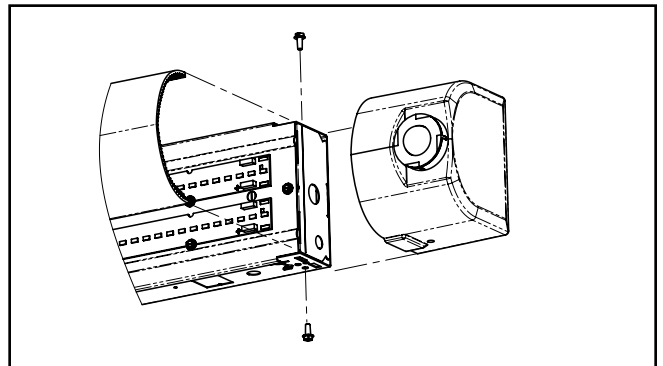

Figure 1.
2. Retirez les 2 vis de chacun des embouts (Figure 1).